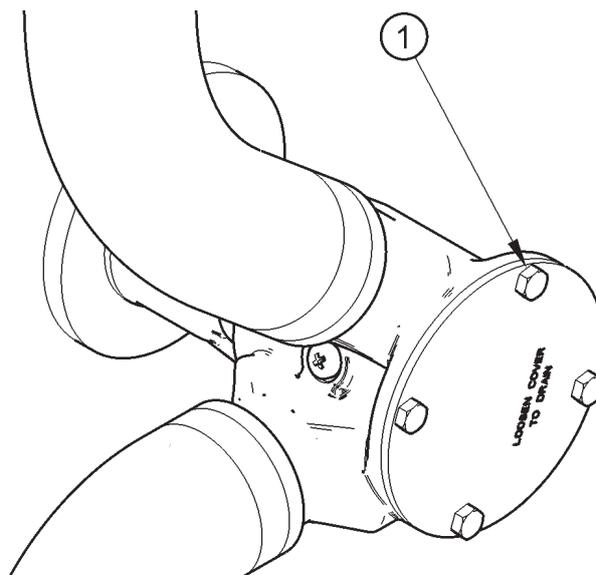

Figura 6
2. Svitare i quattro bulloni (voci 1 figura 6) che fissano la piastra terminale della pompa dell'acqua ausiliaria e rimuovere la piastra. Una volta rimossa la piastra terminale della pompa dell'acqua ausiliaria, dalla pompa uscirà acqua ausiliaria.